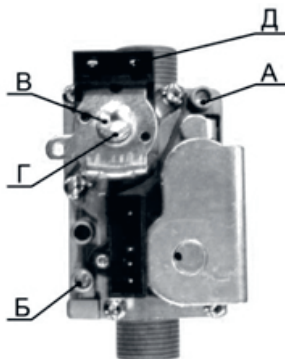

рис.20.
- Открутить винт на штуцере (Б, рис. 20) и присоединить к штуцере (Б) манометр;
- Открутить винт на штуцере (А) (рис. 20) и присоединить к штуцере (А) манометр;
- Отсоединить манометр и закрутить винт на штуцере (А) (рис. 20).